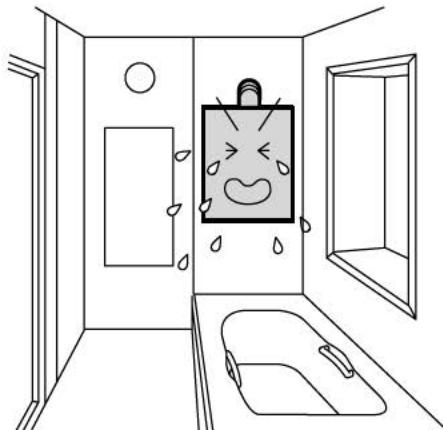

Fig. 2
- No es recomendable instalar el calentador de agua dentro de baños o en espacios cerrados debido a posible mal funcionamiento o riesgo de fuego o explosión (Fig.2).
Taladre orificios marcados y coloque taquetes para sujetar firmemente el calentador con los tornillos incluidos (Fig.2).